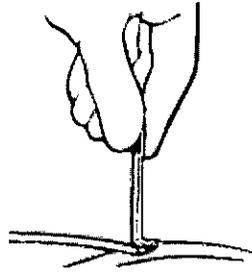

Figura 9. Utilización del elevador de vena
1. Inserte el extremo curvo del elevador de vena en la incisión de la vena y empuje despacio la extremidad del cable por debajo y hacia adentro de la vena (Figura 9). El elevador de vena facilita la introducción del cable. ✓